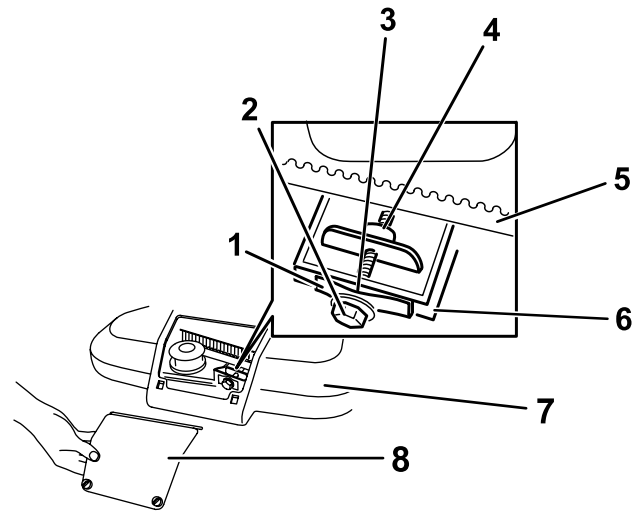

Figura 36
1. Afloje los 2 tornillos del panel de acceso a la cubierta de la correa, y retire el panel (Figura 36).
Nota: Si hay un espacio visible entre la galga y el muelle, apriete el perno de ajuste y la contratuerca hasta que la galga apenas pueda deslizarse libremente por el espacio (Figura 36).